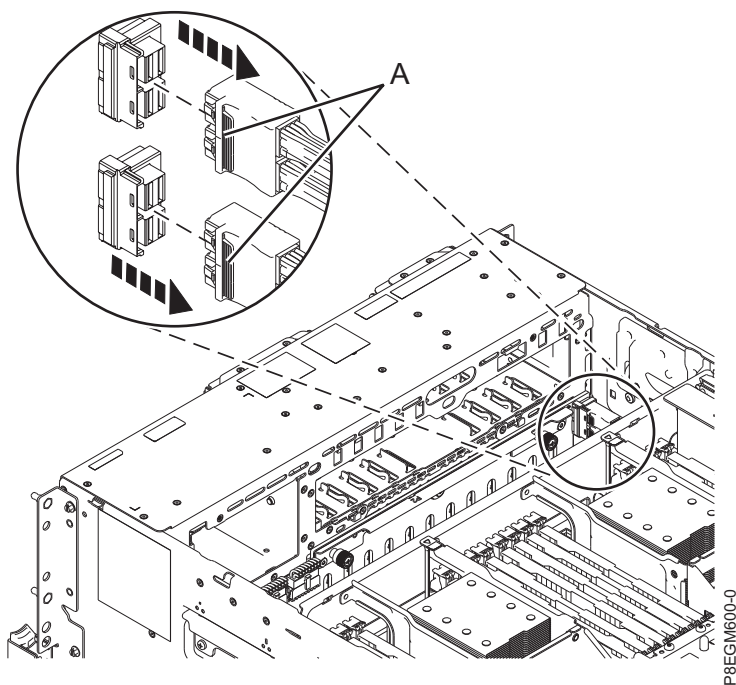

図 12. SAS ケーブルのプラグをディスク・ドライブ・バックプレーンから抜く
4. 取り外す対象の SAS RAID 内部アダプターに接続されている前面 SAS ケーブルに、ラベルを貼ります。16 ページの図 12 に示すように、止め金 **(A)** を押さえてケーブルのコネクターのプラグをディスク・ドライブ・バックプレーンから抜きます。このケーブルの反対側のプラグは、抜くように指示があるまでは SAS RAID 内部アダプターの P1 または P2 コネクターに差し込んだままにしておきます。